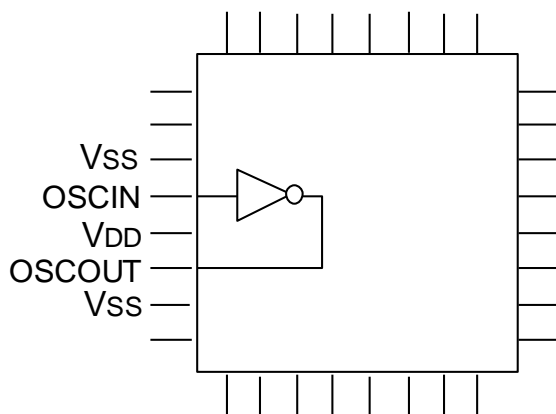

図 7-4 クリティカル信号配置例 2
- (d) 発振回路の入出力端子（OSCIN、OSCOUT）はお互い近くに配置し、電源端子（ V_{DD} 、 V_{SS} ）で挟んで下さい。また、発振回路と同期する出力端子を近くに配置しないで下さい。（図 7-4）